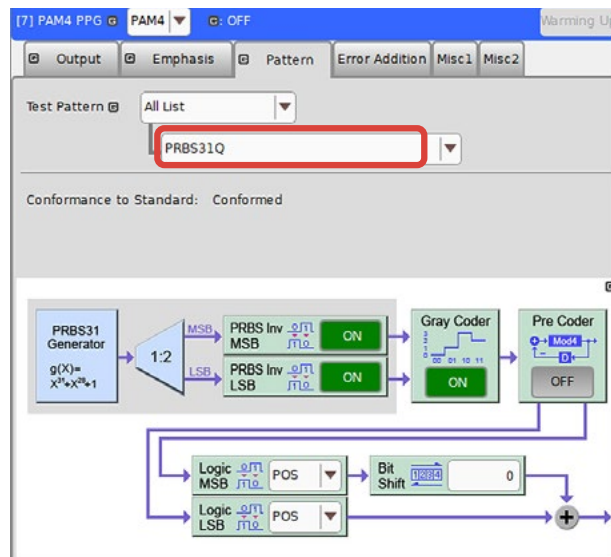
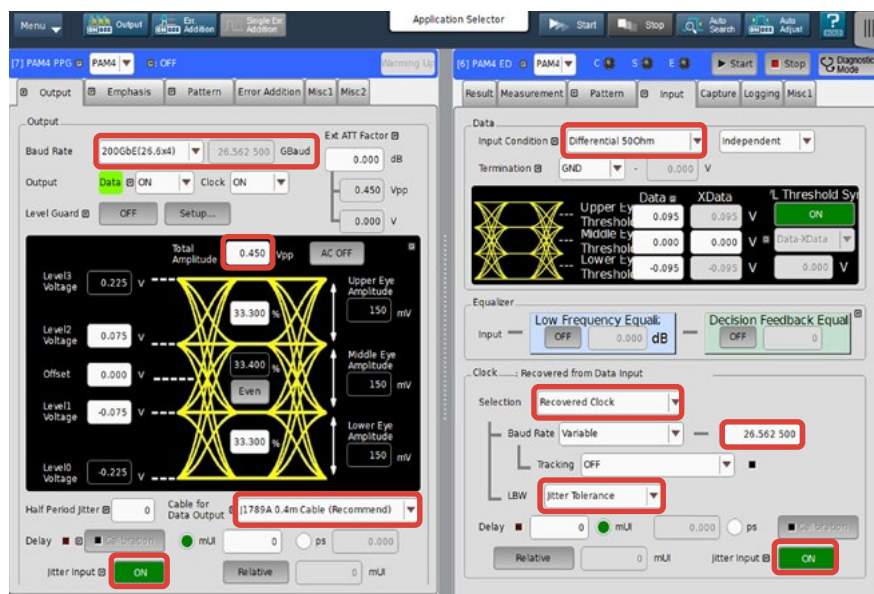

図3.2-3 Pattern設定
図3.2-4 PPG1のOutputタブ、ED1のInputタブ設定
- PAM4 PPG、PAM4 EDの設定画面から、それぞれ表3.2-1の設定をします (Pattern設定、Output/Input設定に関してそれぞれ図3.2-3、図3.2-4参照)。